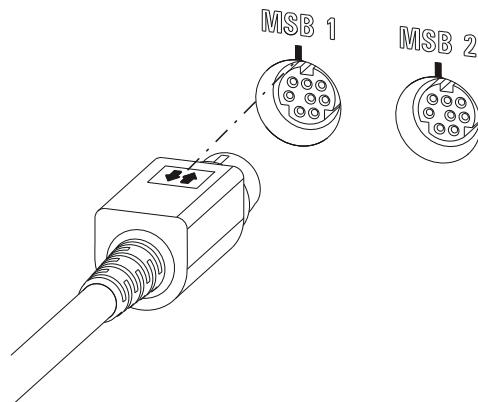

图 15 MSB 接口
- 连接时请您注意 MSB 插头标有箭头的平面一侧朝向 MSB 接口的标志（参见图 15，第 22 页）。